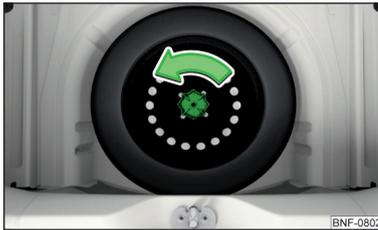

Abb. 148
- › Die Mutter in Pfeilrichtung herausschrauben » **Abb. 148** und das Rad herausnehmen.
- › Die Mutter entgegen der Pfeilrichtung bis zum Anschlag einschrauben » **Abb. 148**.